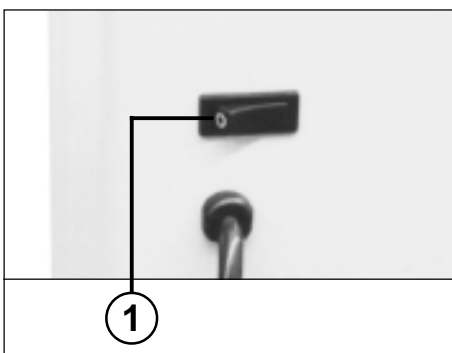

fig. 1
- 1 = Vippekontakt "driftsklar" (fig. 1)**
Maskinen tændes på vippekontakten (1) (fig. 1). Når kontrolindikatoren "driftsklar" (5) og den røde stoptast "S" (3) (fig. 2) tænder, er maskinen klar til brug.
Hvis motoren overbelastes, slukkes den automatisk. Sluk for maskinen på vippekontakt (1) (fig. 1).
Husk at slukke for maskinen om natten (tryk på vippekontakt (1) (fig. 1)).